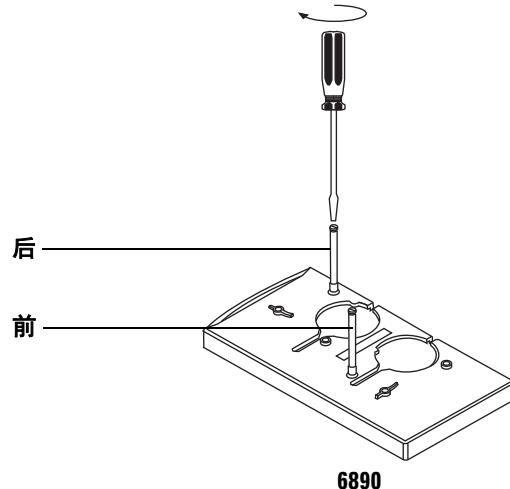

图 16 安装固定柱 (6890 GC)
- **6890 系列 GC**。根据需要，安装到前面或后面的进样口盖板中。必须一直向下旋转固定柱（图 16）。